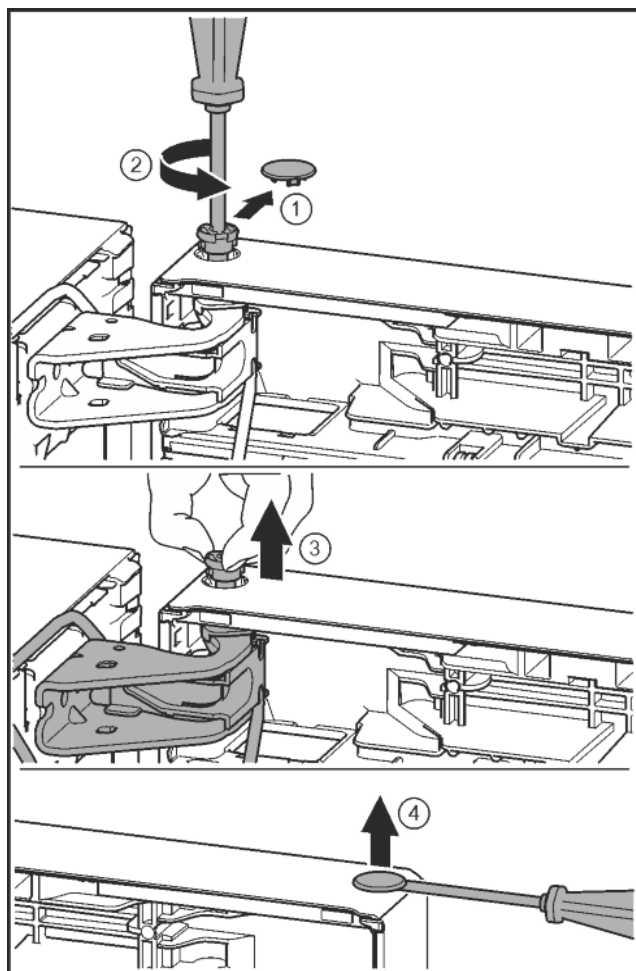

Fig. 22
- ▶ Ostrożnie zdjąć osłonę zabezpieczającą. *Fig. 22 (1)*
- ▶ Sworzeń wykręcić nieco przy pomocy śrubokręta T15. *Fig. 22 (2)*
- ▶ Przytrzymać drzwi i wyjąć sworzeń palcami. *Fig. 22 (3)*
- ▶ Zatyczkę ostrożnie podważyć przy pomocy śrubokręta i wyjąć z tulei tożyskowej drzwi. *Fig. 22 (4)*